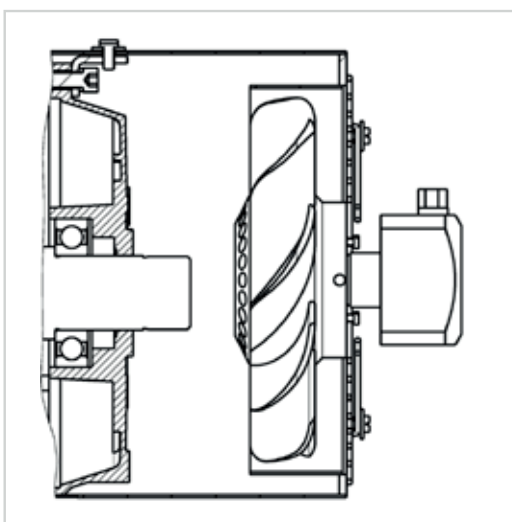

Рис. 7. Двигатели АДЧР112-355 «В»
- с принудительной вентиляцией – модификация «В» (рис. 7 и 8);